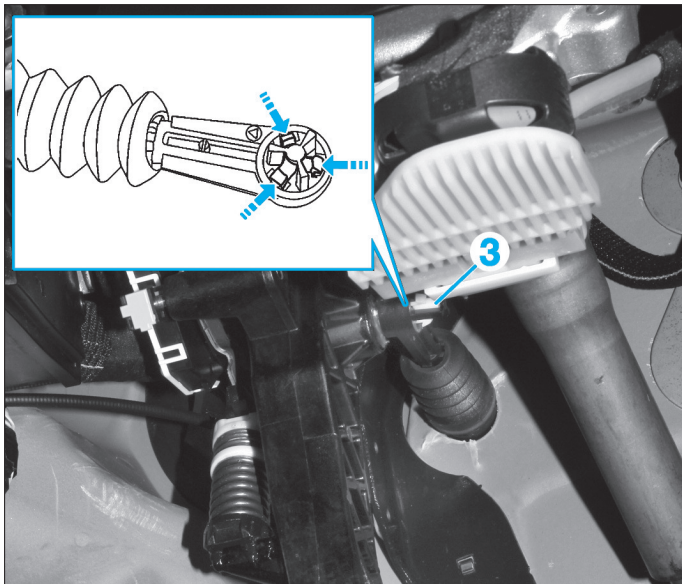

FIG. 9
- Dégrafer la rotule (3) de l'émetteur de la pédale d'embrayage dans l'habitacle (Fig.9).